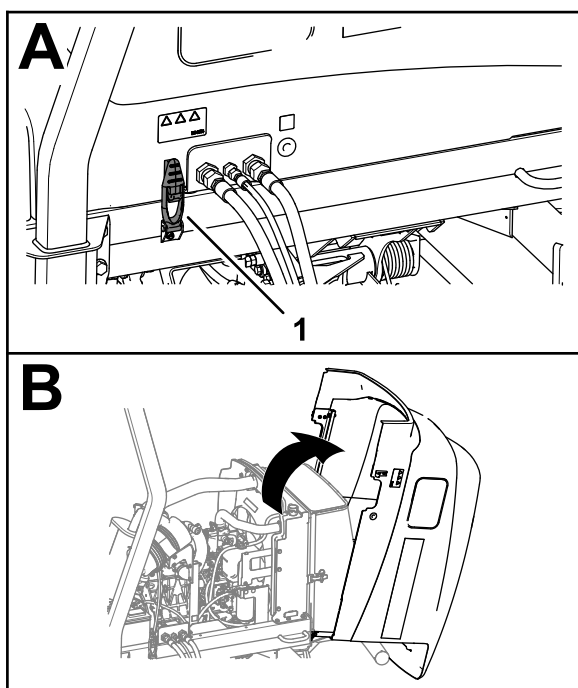

Figura 93
1. Liberare i 2 fermi del cofano (Figura 93).